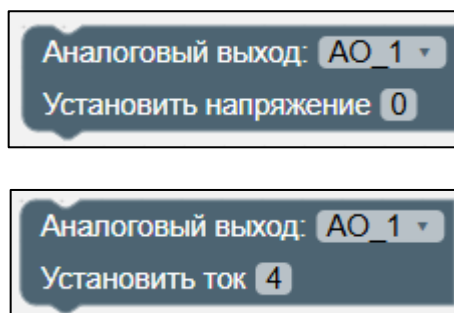

Рисунок II-37 – Блоки задания выходного сигнала
2) блоки задания выходного сигнала (см. Рисунок II-37):